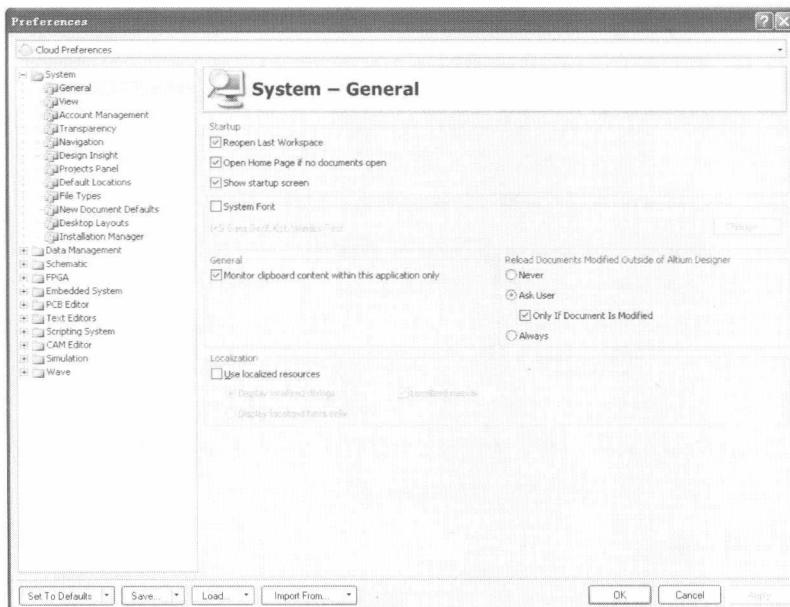

图 1-4 “Preferences”对话框
- ◆ “Preferences”（优选参数设置）命令：用于设置 Altium Designer 的系统参数，包括资料备份和自动保存设置、字体设置、项目面板的显示、环境参数设置等。运行该命令将弹出如图 1-4 所示的“Preferences”（优选参数设置）对话框。